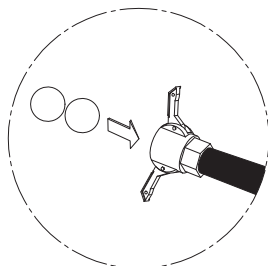

Abb. 13
- In die noch mit Material gefüllten Schläuche zwei Waschschwämme einführen und die Leitung an die Sammelleitung anschließen (Abb. 13).